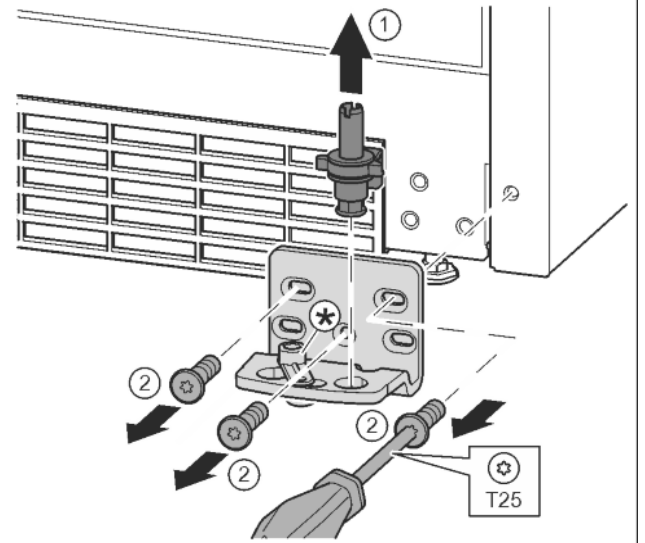

Fig. 15
- ▶ Estrarre il perno di supporto completo verso l'alto. Fig. 15 (1)
- ▶ Con il cacciavite T25 svitare le viti e asportare il blocco di supporto Fig. 15 (2)